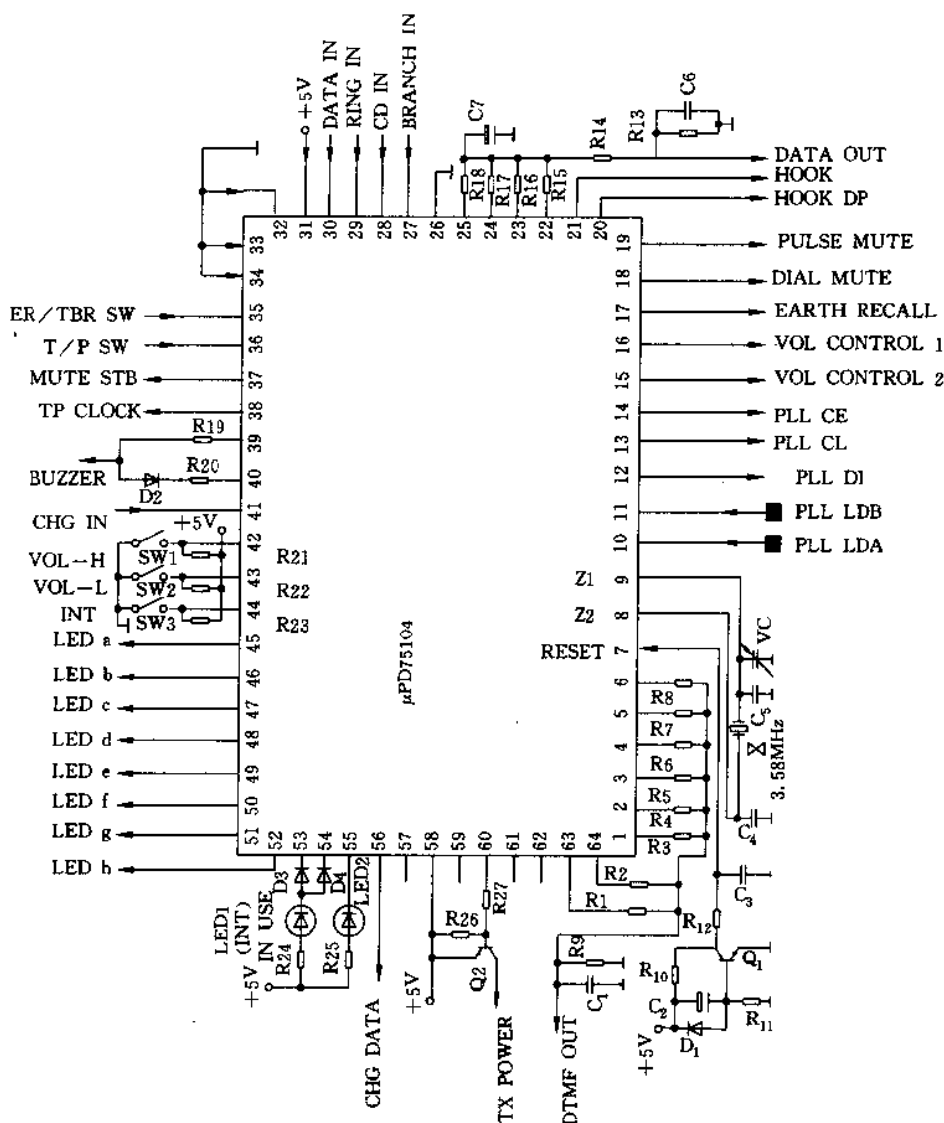

图 2-98
③ μ PD75104 在无绳电话机中的一种应用接线图如图 2-98 所示,本电路用于主机上。其中, Q_1 、 D_1 、 C_2 、 C_3 、 R_{10} 、 R_{11} 和 R_{12} 等元件组成上电复位电路;由电阻网络 (R_1 、 R_2 、 R_3 、 R_4 、 R_5 、 R_6 、 R_7 和 R_8) 组成 D/A 转换器,产生双音多频模拟信号;以及外线保持时的音乐信号, R_{15} 、 R_{16} 、 R_{17} 和 R_{18} 组成的 D/A 转换器产生发射所需要的编码等数据信号;模拟振铃信号由 R_{19} 、 R_{20} 和 D_2 网络产生; Q_2 等元件组成发射电源控制开关,以控制主机是处于通话状态还是处于待机状态。10~14 脚控制锁相环进行多频道自动扫描寻址;15~16 脚控制喇叭的音量大小;18~19 脚实现拨号的静音功能;17 脚是产生对地回叫信号(此信号在国外话机上有用);20 脚控制话机摘机;21 脚可实现外线保持功能;27~30 脚分别实现并机检测、载波检测、振铃检测和数据波检测等功能;36 脚为脉冲/音频拨号控制开关脚;42~44 脚分别为音量大、小控制和内部呼叫/对讲控制开关脚;41 脚和 56 脚分别为手机充电检测和密码信号输出端;45~52 脚用于显示开机时的频道指示。
(2) 8 位单片机 MC68HC05C4 简介